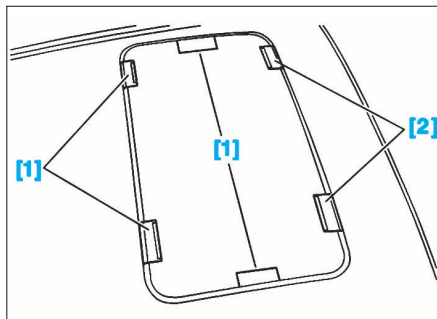

FIG. 52
- Approcher les écrous (3) à la main.
- Placer les cales [1] à l'arrière du toit ouvrant (Fig.52).